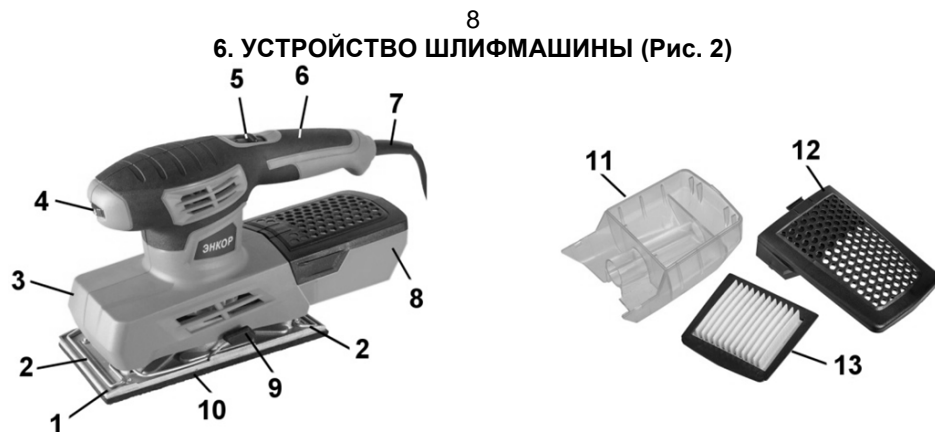

Рис.2
7.2. Установка шлифлиста на зажимах (Рис. 2).
7.4. Использование пылесборника (Рис. 2).